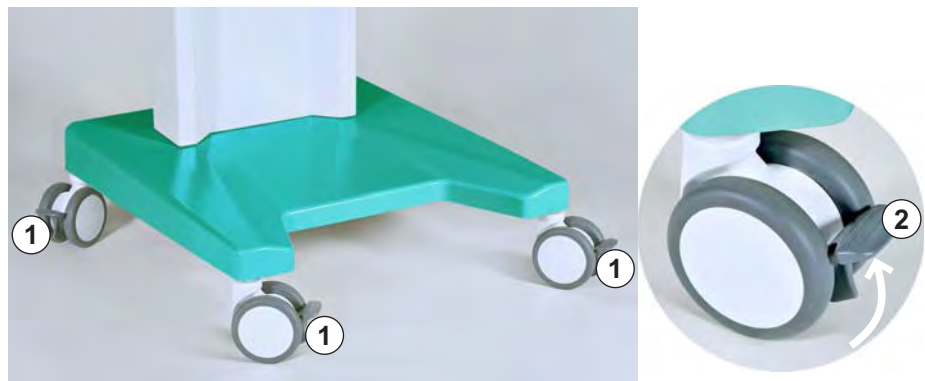

Abb. 4-2 Bremsen an den Laufrollen
1. Lösen Sie vor dem Bewegen des Geräts die Bremsen aller Laufrollen (Abb. 4-2, ①).